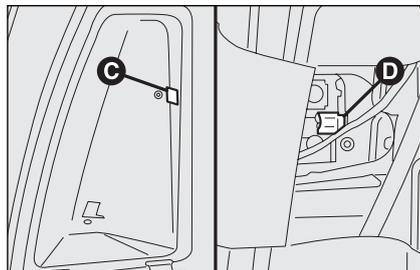

fig. 37
- saisir la languette **C-fig. 37** et ouvrir le volet correspondant pour accéder au groupe optique arrière;